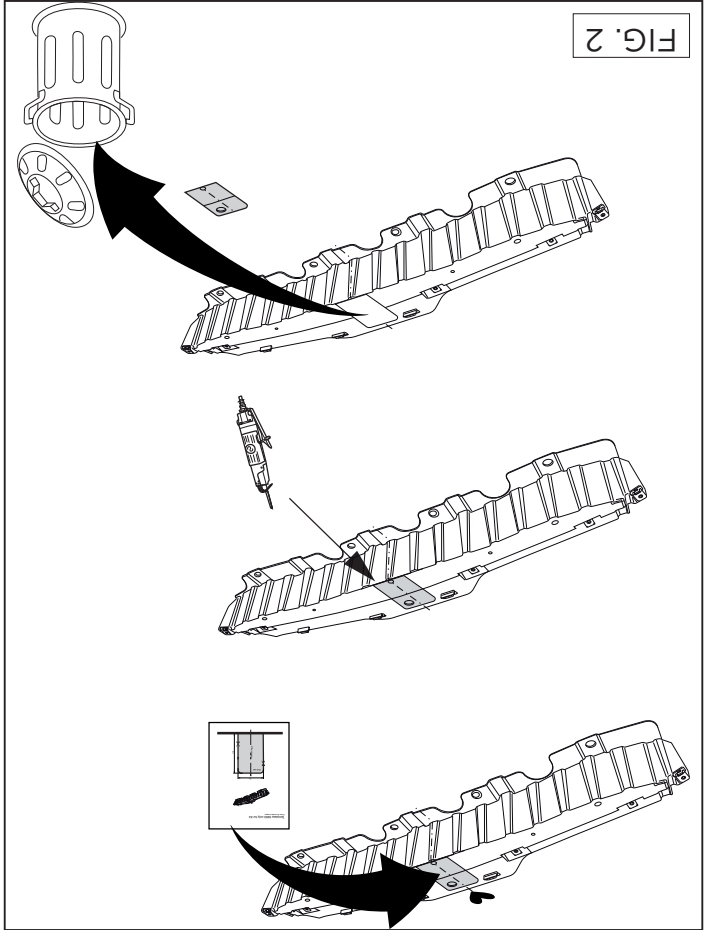

FIG. 2
4. Use the template to saw out the indicated section. See figure 2.
- X4:** Den angegebenen Teil mit Hilfe der Schablone heraus schneiden. Siehe Abbildung 2.
4. **X4:** Scier la partie indiquée avec le gabarit. (Voir la figure 2. Monter la traverse A sur la cloison arrière (voir le croquis). Serrer tous les boulons et écrous conformément au schéma. Boucher les parties indiquées (voir le croquis).